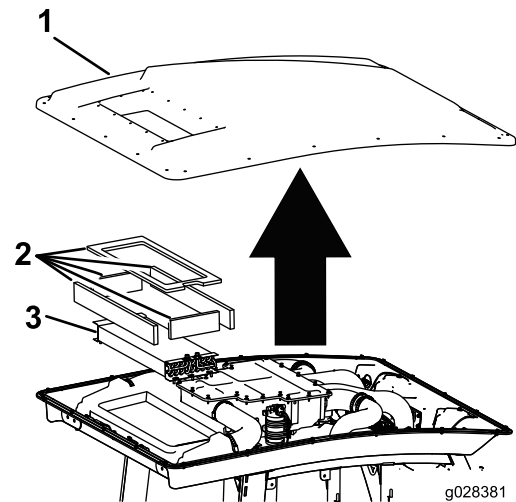

Figura 72
3. Retire los 22 pernos que sujetan el techo de la cabina, y retire el techo (Figura 72).
4. Retire los filtros de aire (Figura 72).
5. Retire y limpie los serpentines del aire acondicionado (Figura 72).